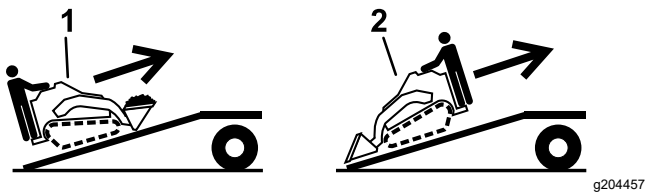

Figura 24
5. Cargue la máquina en el remolque por la rampa con el extremo más pesado hacia arriba, y la carga en la posición más baja posible (Figura 24).